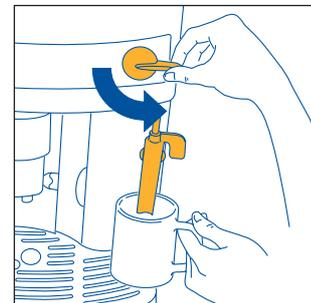
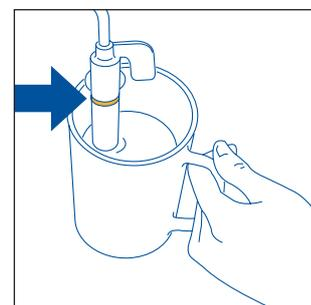

Fig.23
Fig.24
- **Logo depois, no espaço de dois minutos no máximo** (senão a máquina volta automaticamente à função de café), introduza o emulsionador de cappuccinos no recipiente que contém o leite (fig. 23), tendo o cuidado de não submergir a linha em relevo presente no próprio emulsionador de cappuccinos (indicado pela seta na fig. 24). Rode para a esquerda o botão do vapor até meio, até ao limite máximo (fig. 5). (Cuidado para não se queimar). Através do emulsionador de cappuccinos sai o vapor que confere um aspecto cremoso ao leite, aumentando o seu volume. Para obter uma espuma mais cremosa, introduza o emulsionador de cappuccinos no leite e faça rodar o recipiente com movimentos lentos, de baixo para cima. (Recomendamos que não ejecte vapor durante mais de 2 minutos de seguida).